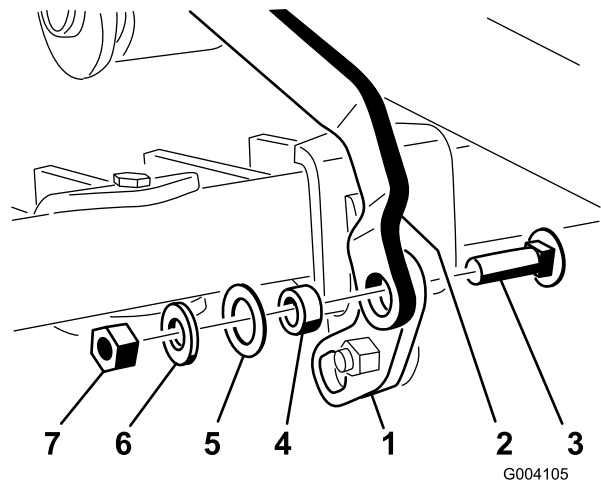

Figure 16
5. Le coude de la pédale de levage étant orienté vers le haut, fixez le trou carré de la patte de pivot sur l'extrémité de la bielle à l'aide d'un boulon de carrosserie (3/8 x 1 1/4 po), d'une entretoise, d'une rondelle (1 po), d'une rondelle (13/16 po) et d'un contre-écrou (3/8 po), comme montré à la Figure 16.